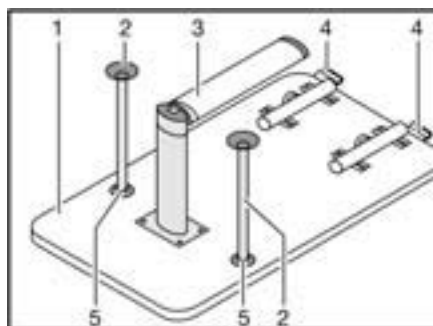

Bild 71 Bettunterbau
- Die Tischplatte (Bild 71,1) vorne ca. 45° anheben.
- Den unteren Teil des Gelenkstützfußes (Bild 71,3) um 90° umklappen. Dazu je nach Modell den unteren Teil des Gelenkstützfußes nach unten ziehen oder den Entriegelungsknopf drücken.
- An der Verriegelung (Bild 71,4) den Entriegelungsknopf drücken.
- Je nach Modell die beiden zusätzlichen Stützfüße (Bild 71,2) in die Aufnahmen (Bild 71,5) an der Unterseite der Tischplatte stecken.